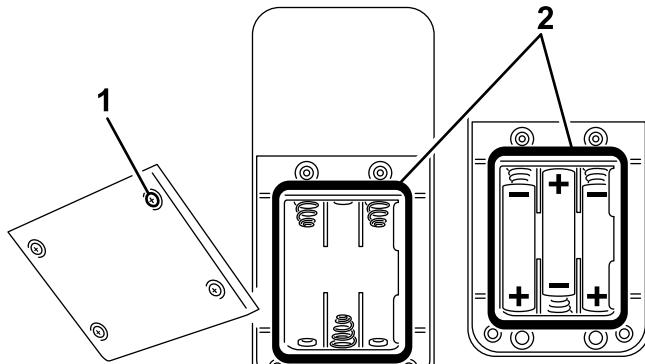

**Рисунок 30**
- Ослабьте болты крепления монтажного кронштейна пикива к раме воздуховодки (Рисунок 30).
- Установите динамометрический ключ на монтажном кронштейне пикива (Рисунок 30).
- Отверните монтажный кронштейн шкива от сопла так, чтобы показание динамометрического ключа стало равным 22,6 – 26,0 Н·м (Рисунок 30).